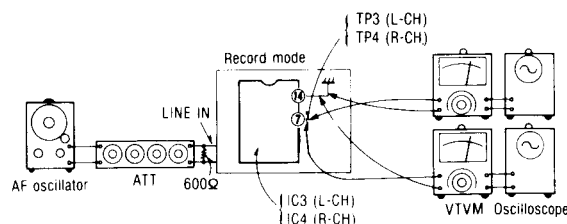

Fig. 20
1. Make connections as shown in fig. 20.
<p>Côté enregistrement</p> <p>• Vérification des caractéristiques du codeur de type Dolby-B</p> <p>1. Brancher les appareils comme indiqué dans la Fig. 20.</p> <p>2. Placer l'unité sur le mode d'enregistrement. (L'interrupteur de sélection du système de réduction de bruit est sur la position OUT).</p> <p>3. Appliquer un signal de 1kHz à la borne LINE IN.</p> <p>4. Régler l'atténuateur de sorte que le niveau de sortie aux points de coupure TP3 (canal gauche) et TP4 (canal droit) soit de 12,3mV.</p> <p>5. Le niveau de sortie à la pointe 21 devrait être de 0dB.</p> <p>6. Placer l'interrupteur de sélection du système de réduction de bruit sur B et s'assurer que le niveau du signal de sortie à la pointe 21 des circuits intégrés IC3 (canal gauche) et IC4 (canal droit) est de +6dB±2,5dB.</p> <p>7. Placer l'interrupteur de sélection du système de réduction de bruit sur la position OUT et régler la fréquence sur 5kHz. Le niveau du signal de sortie à la pointe 21 devrait être de 0dB.</p> <p>8. Placer l'interrupteur de sélection du système de réduction de bruit sur la position B et s'assurer que le niveau du signal de sortie à la pointe 21 des circuits intégrés IC3 (canal gauche) et IC4 (canal droit) soit de +8dB±2,5dB.</p> <p>• Vérification des caractéristiques du codeur de type Dolby-C</p> <p>9. Répéter les phases 1 à 5 ci-dessus.</p> <p>10. Placer l'interrupteur de sélection du système de réduction de bruit Dolby sur la position C et s'assurer que le niveau de signal de sortie à la pointe 21 des circuits intégrés IC3 (canal gauche) et IC4 (canal droit) soit de +11,5dB±2,5dB.</p> <p>11. Placer l'interrupteur de sélection du système de réduction de bruit sur la position OUT et régler la fréquence sur 5kHz. Le niveau du signal de sortie à la pointe 21 devrait être de 0dB.</p> <p>12. Placer l'interrupteur de sélection du système de réduction de bruit sur la position C et s'assurer que le niveau du signal de sortie à la pointe 21 des circuits intégrés IC3 (canal gauche) et IC4 (canal droit) soit de +8,5dB±2,5dB.</p>